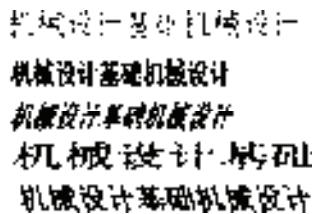

图 5-5 同一字体的不同样式
(1) “字体”选项组 确定字体式样。文字的字体确定字符的形状，在 AutoCAD 中，除了它固有的 SHX 形状字体文件外，还可以使用 TrueType 字体（如宋体、楷体和 italic 等）。一种字体可以设置不同的效果从而被多种文本样式使用，图 5-5 所示就是同一种字体（宋体）的不同样式。
5) 倾斜角度：用于确定文字的倾斜角度。角度为“0”时不倾斜，为正时向右倾斜，为负时向左倾斜（见图 5-5）。